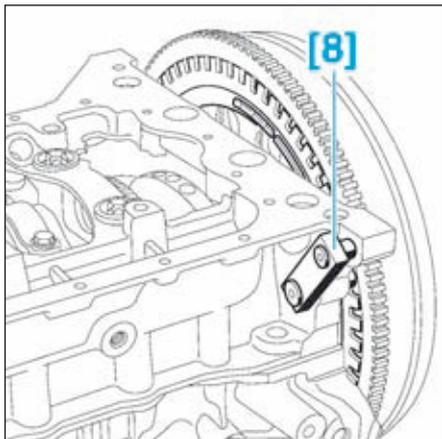

FIG.69
- Moteur calé au PMH à l'aide de l'outil [7], mettre en place la pige de blocage du volant moteur [8] (Fig.69).